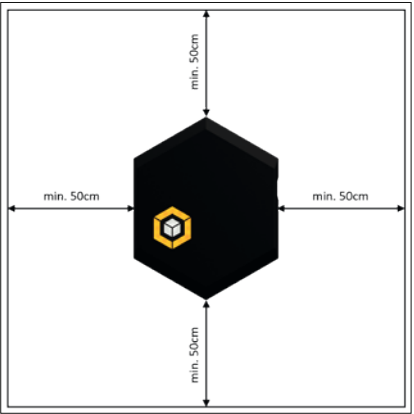

Abbildung 18: Umlaufende Mindestabstände
- » Achten Sie auf die vorgegebenen Mindestabstände nach allen Seiten, siehe Abbildung 18.